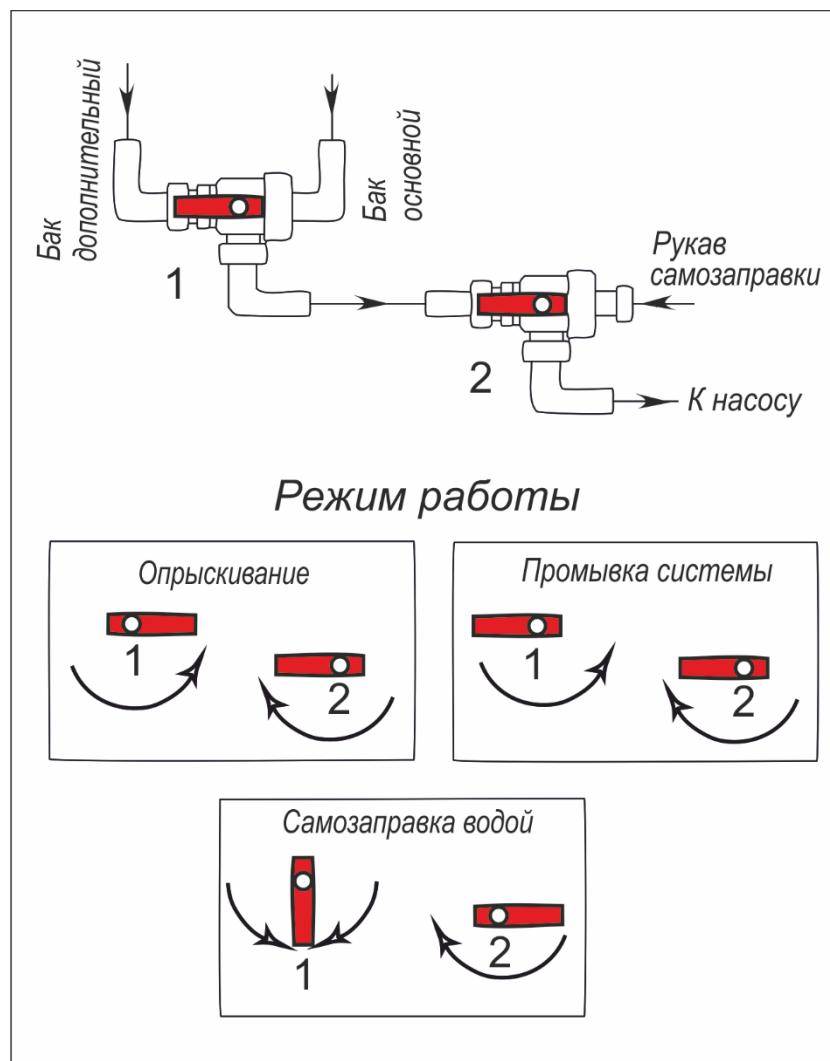

Рис. 9. Положения рукояток трехходовых кранов при различных режимах работы.
5.4.1. Опрыскиватель может работать в следующих режимах (Рис. 9):
см. обозначения на гидравлической схеме (Рис. 9).
- а) Установить рукоятки трехходовых кранов 1 и 2 (Рис. 9) в положение «Опрыскивание».
- а) Установить рукоятки трехходовых кранов 1 и 2 (Рис. 9) в положение «Промывка системы».
- г) Установить рукоятки трехходовых кранов 1 и 2 (Рис. 9) в положение «Самозаправка водой».